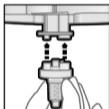

Fig. 2
3. Amplasați unul din vârful de mixare Dynamix închise, peste orificiul de evacuare al cartușului. (Fig. 2)